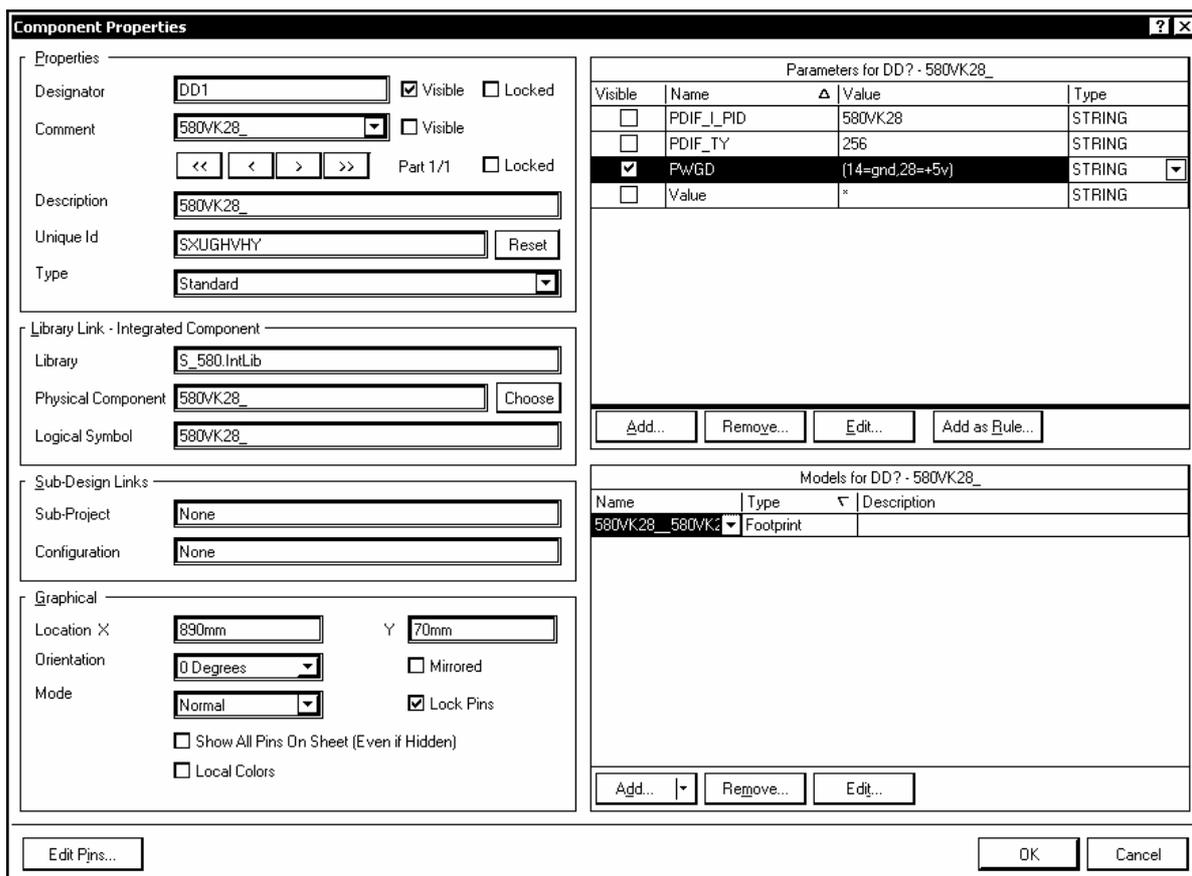

Рис. 5.4
7. Перед установкой выбранного компонента необходимо, как минимум, отредактировать его позиционное обозначение и указать номер или другое обозначение секции (в случае многосекционного компонента). Для этой цели служит процедура “горячего” редактирования (Re-entrant Editing), активизируемая клавишей Tab. Открывается диалоговое окно свойств компонента Component Properties (рис. 5.4).